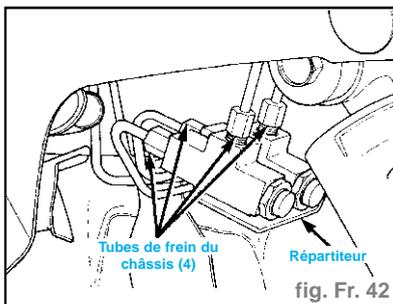

fig. Fr. 42
- Déposer les quatre canalisations de frein du châssis des orifices d'entrée et de sortie du répartiteur (fig. Fr. 42).